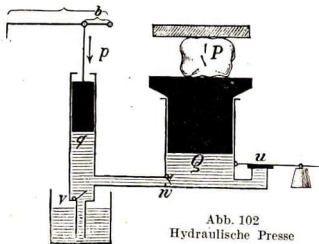

Abb. 102
3. In der Technik läßt man zuweilen die ganze Pumpvorrichtung (linker Teil der Abb. 102) weg und schließt das Querrohr an die Wasserleitung an. Wenn diese 4 at Druck zeigt, welchen Druck  $P$  kann man damit erzeugen, wenn die Kolbenfläche  $Q = 200$  cm2 groß ist? [Antwort: 800 kg.]